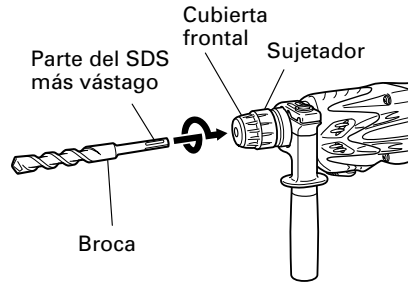
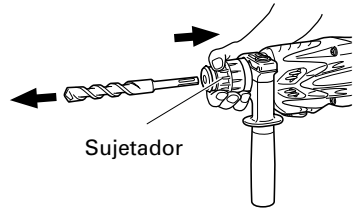

Fig. 2
Fig. 3
6. Montaje de la broca (Fig. 2)
- (1) Limpie la parte del vástago de la broca de taladro.
- (2) Inserte la broca de taladro girando en el sujetador de la herramienta hasta que se asegure bien (Fig. 2).
- (3) Verifique si esta bien asegurado tirando de la broca de taladro.
- (4) Para extraer la broca, tire completamente de la empuņadura en el sentido de la flecha y tire hacia afuera de la broca (Fig. 3).